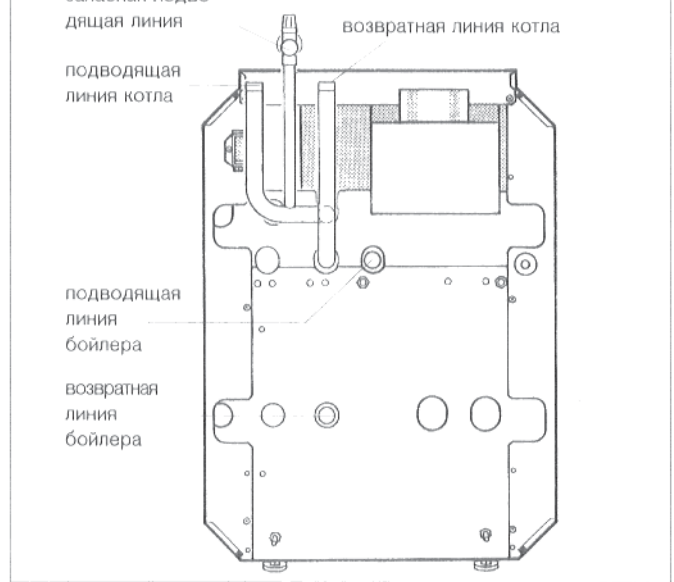

Рис. 8: подключение воды G124 XV
- Отвинтить манометр от предохранительного клапана, произвести монтаж предохранительного клапана к запасной подводящей линии (рис. 8) и привинтить манометр опять к предохранительному клапану.
В целях обеспечения работоспособности котла, все подключения должны производиться только у предусмотренных для этого точек (рис. 8).
Если бойлер не подключается, то заказчик должен закрыть отверстия для подводящей и возвратной линий бойлера (рис. 8).